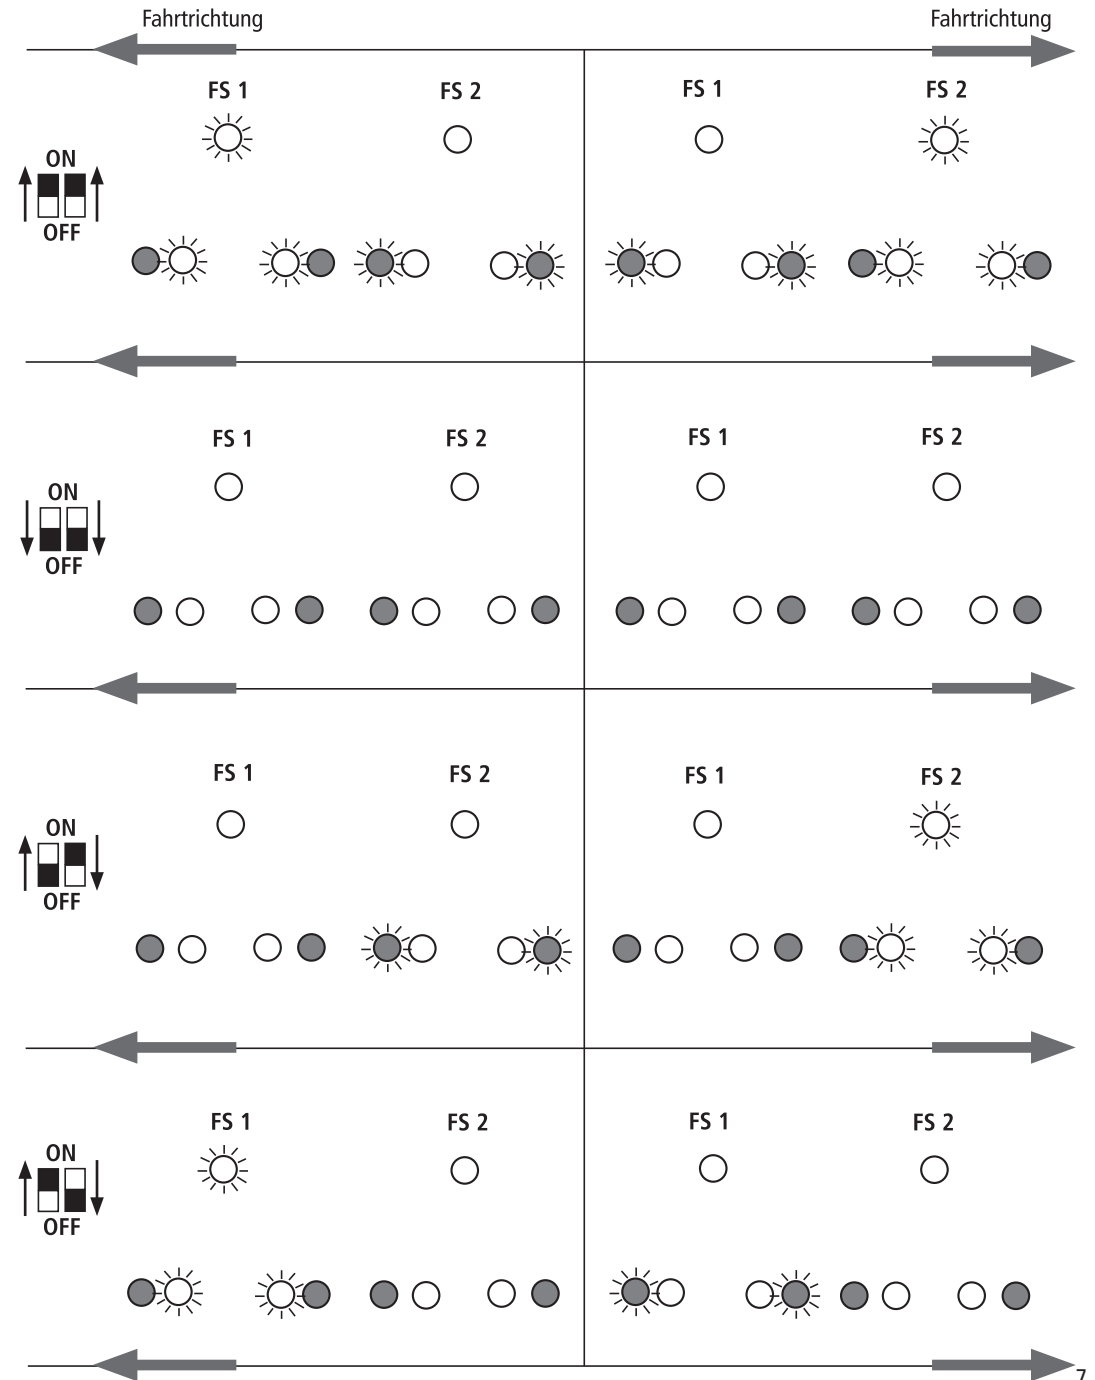

Fig. 1
**Unwrap model:** Take out the model cautiously with foil (fig. 1).
**Déballage du modèle:** Veuillez sortir la locomotive de son emballage avec précaution et à l'aide du film transparent (fig. 1).